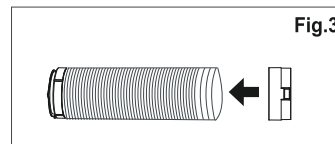

Fig.3
2. Extienda el otro lado de la manguera y atornillelo al conector B (Fig.3).